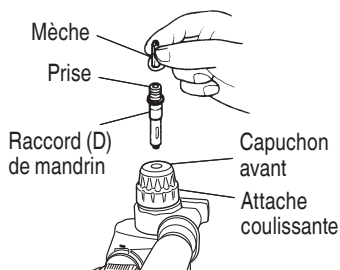

Fig. 18
4. Lors du vissage des vis machine (Fig. 18)
5. Lors du vissage des vis à bois (Fig. 18)